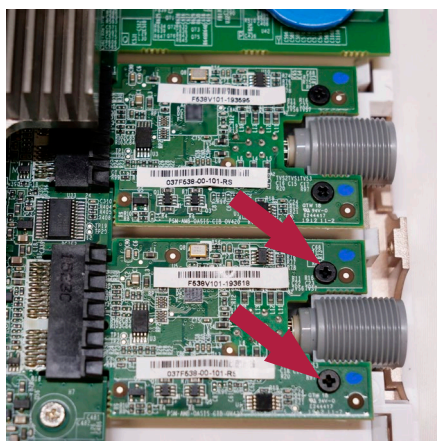

Bild 16 Ta bort skruvarna på VDI-kortet som ska bytas ut
- a) Använd skruvmejseln för att ta bort de två svarta skruvarna som håller fast VDI-kortet (se bild 16)
- e) **Sätt dit de två svarta skruvarna som håller fast VDI-kortet (se bild 16) och dra åt dem (till högst 0,2 Nm)**